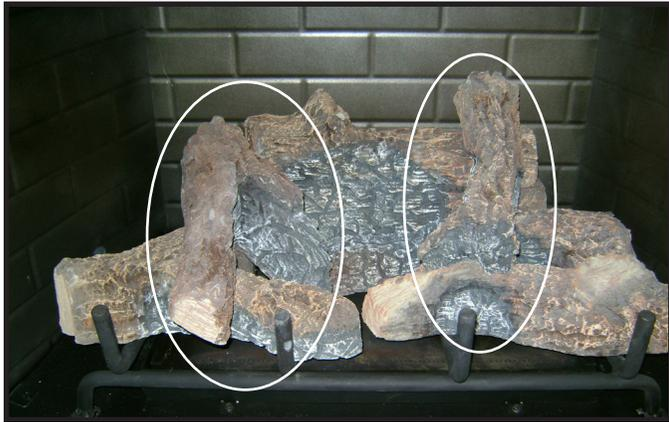

Figure 4.3 Retrait des deux bûches du dessus
1. Retirez les deux bûches du dessus de l'assemblage bûche/grille. Ces bûches ne sont pas fixées à l'assemblage avec des vis. Voir la figure 4.3.